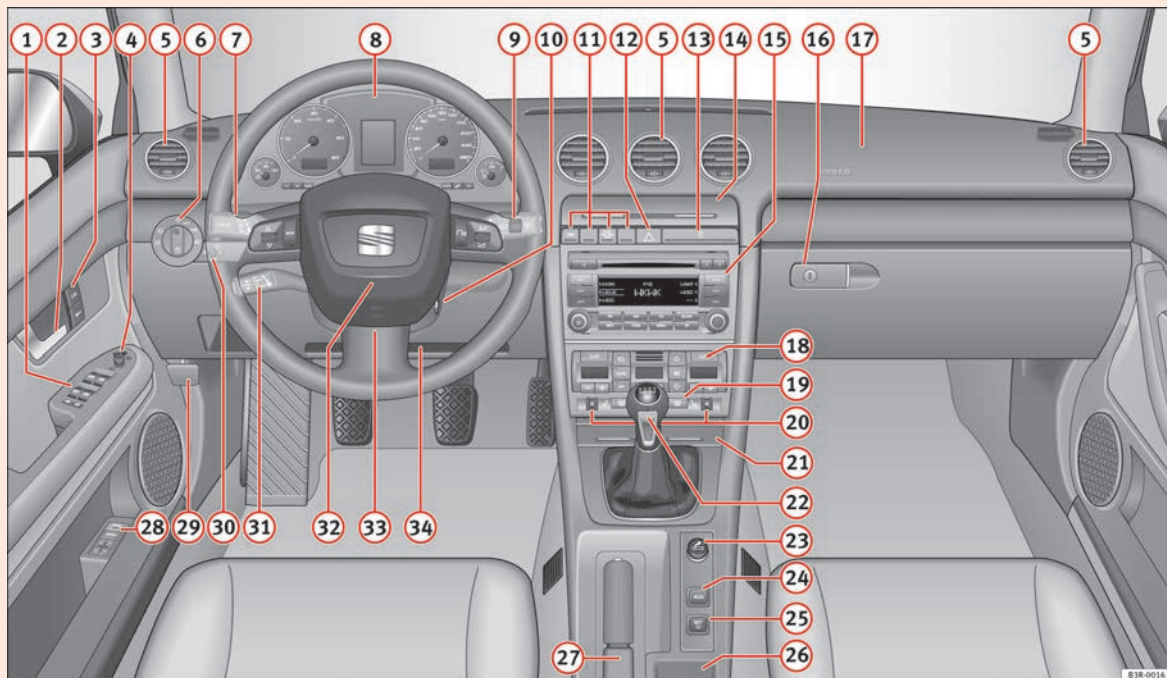

Abb. 36 Einige der gezeigten Instrumente oder Anzeigefelder gehören nur zu bestimmten Modellausführungen oder sind Mehrausstattungen.
- Bei Fahrzeugen mit Rechtslenkung* weicht die Anordnung der Bedienelemente zum Teil von der in ⇒ Seite 58, Abb. 36 gezeigten Anordnung ab. Die Symbole, die die Bedienelemente markieren, sind jedoch gleich. ■